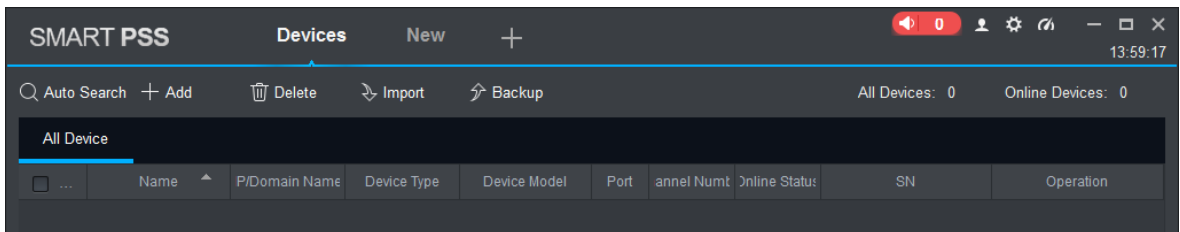

Figura 5-5
Paso 1 En la interfaz de "Dispositivos", haga clic en "Agregar", como se muestra en la Figura 5-5.